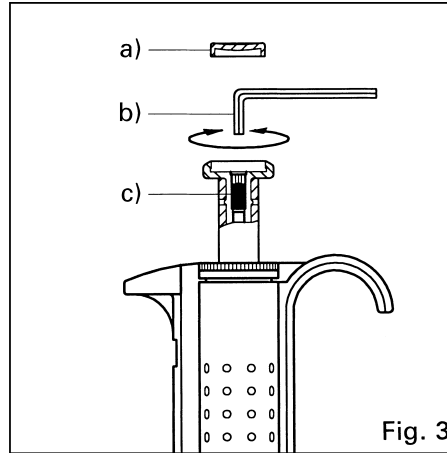
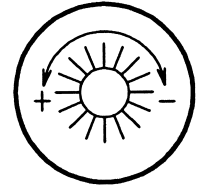

Fig. 3
Fig. 4
**In-lab calibration (Fig. 3):** Whenever required, for instance when pipetting viscous or non-aqueous liquids, calibration adjustments can be performed by laboratory personnel. Reach calibration screw c) located inside plunger button by removing comfort pad a). By means of allen key b), delicately turn calibration screw clockwise to decrease volume, and vice versa using data shown in Fig. 4. Check resulting volumes after each fine tuning. Cover push-button with comfort pad again.
**In-Lab Kalibrierung (Abb. 3):** Bei viskosen oder nicht wässrigen Flüssigkeiten kann eine Nachkalibrierung erforderlich sein. Die Kalibrierschraube c) wird durch Entfernen des Polsters a) erreichbar. Mit Hilfe eines Imbusschlüssels b) kann die Kalibrierschraube verstellt werden, wobei sorgfältiges Drehen im Uhrzeigersinn das Volumen reduziert und umgekehrt, gemäss Daten in Abb. 4. Das Volumen muss nach jeder Anpassung nachkontrolliert werden. Den Druckknopf mit dem Polster wieder verschliessen.
**Calibration in-lab (Fig. 3):** un réétalonnage peut être requis lorsqu'un liquide visqueux ou non aqueux est pipeté. On accède à la vis de calibration c) logée sous le bouton-poussoir en enlevant le coussinet de rembourrage a). Au moyen de la clé imbus b), diminuer le volume en tournant délicatement la vis de calibration dans le sens des aiguilles d'une montre, et inversement selon les valeurs de la Fig. 4. Contrôler les résultats obtenus après chaque ajustement. Remplacer le coussinet sur le bouton à la fin de l'opération.